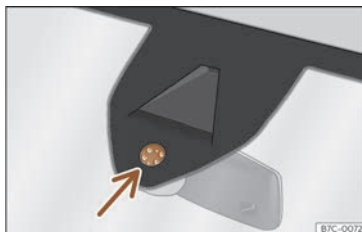

Fig. 93 Superfície sensible del sensor de pluja.
Les possibles causes d'anomalia i interpretacions errònies a la superfície sensible » » fig. 93 del sensor de pluja són, entre d'altres:
- Netegeu regularment la superfície sensible del sensor de pluja»» fig. 93 (fletxa) i comproveu possibles danys en les escombreres.